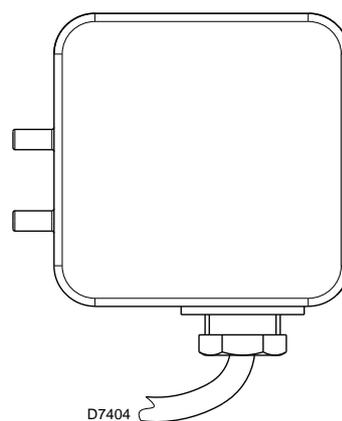

Fig. 17
- Regolare il pressostato aria (Fig. 17) ad inizio scala.
Eseguire la regolazione del pressostato aria (Fig. 17) dopo aver effettuato tutte le altre regolazioni del bruciatore con il pressostato aria regolato a inizio scala.